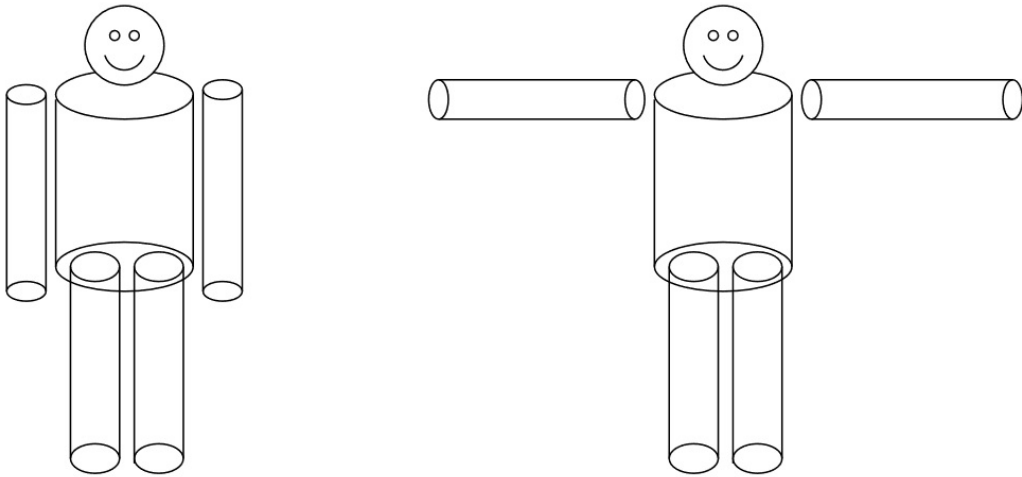

Abbildung 3: Vereinfachte Darstellung der Modelpuppe[1]
Drehmoment aufhebt. Mit der Formel aus (4) kann nun die Winkelrichtgröße berechnet werden. Zur Bestimmung des Eigenträgheitsmoments wird ein masseloses Metallstab, an denen zwei Gewicht senkrecht zur Drehachse befindet, angesteckt. Das Trägheitsmoment verschiedener Objekte wird mithilfe der Formel (2) bestimmt. Für eine Modelpuppe wird ebenfalls das Trägheitsmoment mithilfe der Formel (1) als auch (2) errechnet. Zur Vereinfachung wird die Puppe aus verschiedenen Zylindern zusammengebaut (siehe Abbildung 3).